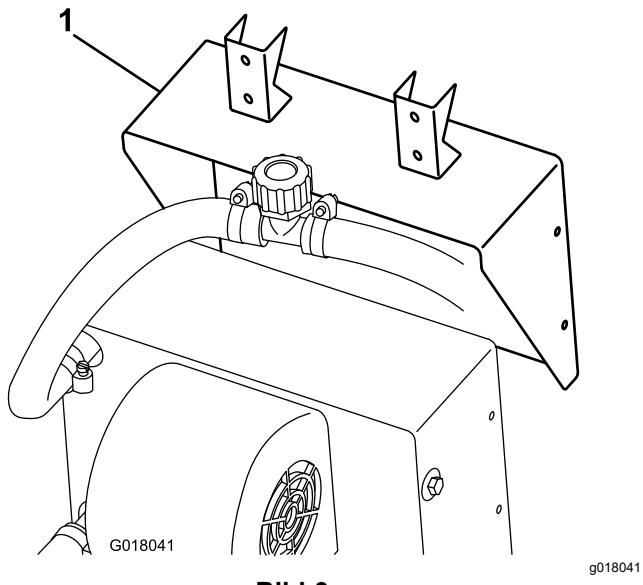

Bild 3
1. Befestigen Sie die Heizungshalterung mit den Schrauben, die mit der Heizung geliefert wurden, an der Heizung (Bild 3).